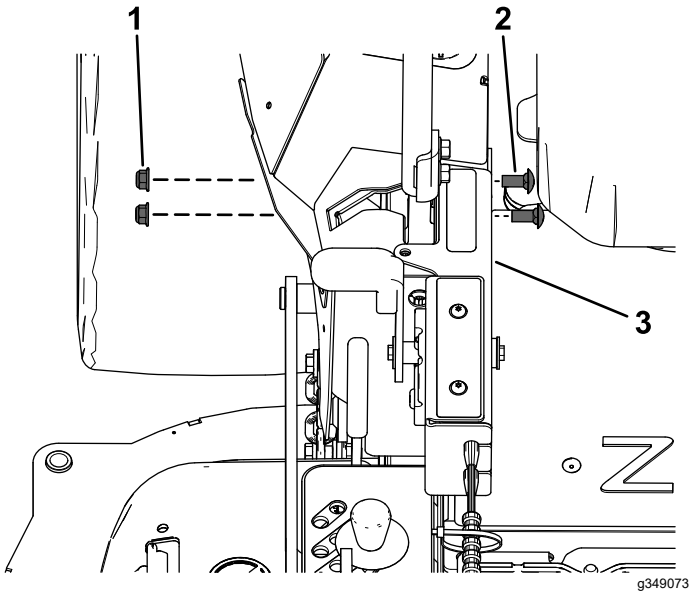

Bild 11
5. Befestigen Sie den Schaltkasten mit zwei Schlossschrauben ($\frac{3}{8}$ " x $\frac{7}{8}$ ") und zwei Sicherungsmuttern ($\frac{3}{8}$ ") an der Abdeckung des rechten Fahrtriebshebels, wie in Bild 11 dargestellt.